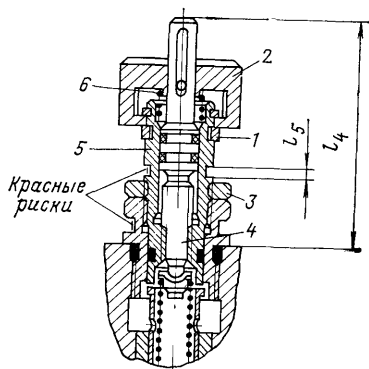

Рис. 6. Регулировочный винт «4» насоса-регулятора:
2. Регулировка винтом «4» (рис. 6), выполняется в следующем порядке.